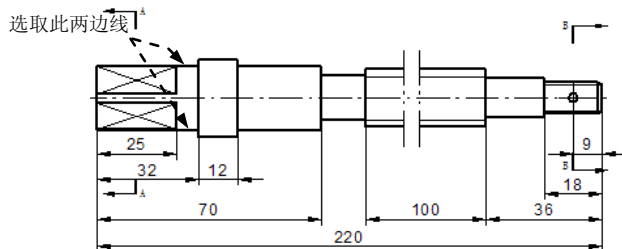

图 8.13.36 定义参照边
- (1) 单击 **主页** 选项卡 **尺寸** 区域中的 命令，在系统弹出的“智能尺寸”命令条。
- (2) 然后单击“智能尺寸”命令条中的“前缀”按钮 ，在系统弹出的“尺寸前缀”对话框中单击 **前缀(P)** 下面的文本框，然后单击 按钮，添加直径符号。单击 **确定** 按钮。
- (3) 选择图 8.13.36 所示的边线，在合适的位置放置尺寸，结果如图 8.13.36 所示。